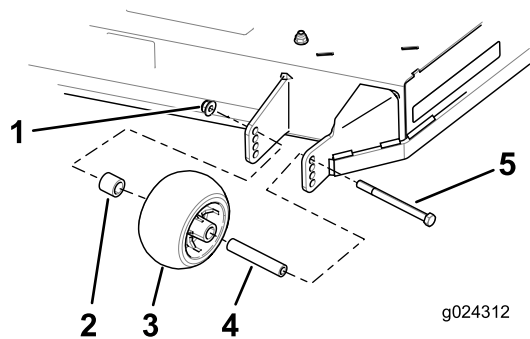

Figura 31
3. Retire la tuerca con arandela prensada, el rodillo protector de césped y el perno de la abrazadera (Figura 31).
- Alinee el perno y el rodillo protector del césped con el taladro del soporte que corresponda a la posición de altura de corte más próxima (Figura 31).
- Introduzca el perno en el taladro del soporte y sujete el perno y el rodillo protector del césped con la tuerca con arandela prensada (Figura 31).